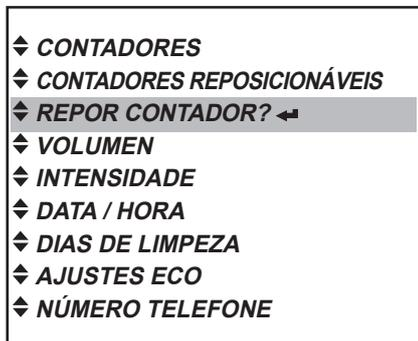

Fig. 34
- No modo de entidade exploradora, ative o menu «CONTADOR REPOSICIONÁVEL?» e prima a tecla de enter ◀, para aceder ao mesmo. (Fig. 34)